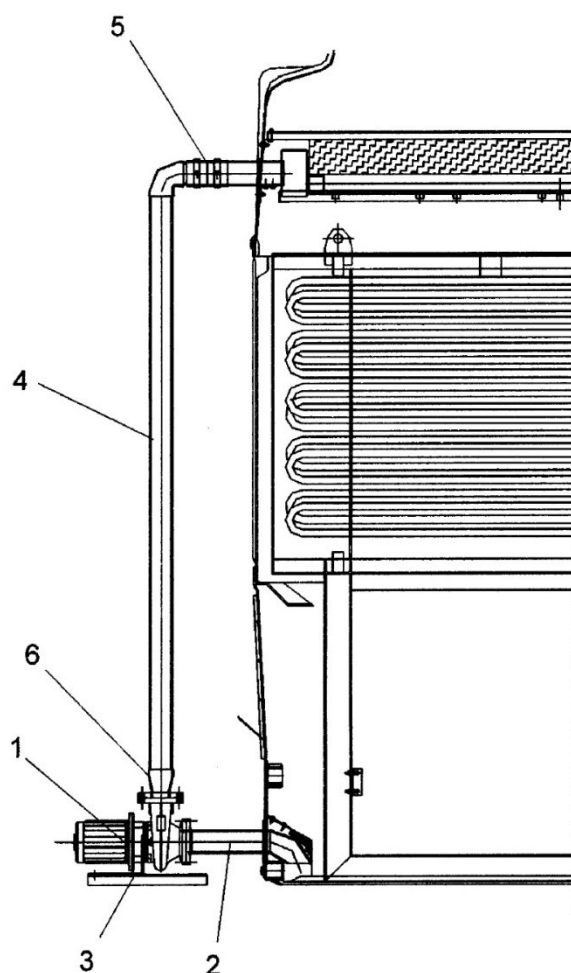

Fig. 9
For the installation of the impulse pump the following elements must be available: (Fig.9):
1. Connect the pump and motor set (fig 9/1) to the suction pipe (fig 9/2) with its flange and support the assembly on the bedplate (fig 9/3).
2. Insert the impulse pipe (fig 9/4) in the flexible sleeve (fig 9/5).
4. Connect the impulse pipe with reduction to the flange in preassembly (fig 9/6).
Pour l'installation de la pompe on doit disposer les éléments suivants (fig 9):
1. Fixer la motopompe (fig. 9/1) au tuyau d'aspiration (fig. 9/2) avec sa bride et appuyer sur le bâti (fig. 9/3).
2. Insérer le tuyau de refoulement (fig. 9/4) dans le manchon flexible (fig. 9/5).
Para la instalación de la bomba de impulsión se deben disponer los siguientes elementos (fig. 9):
1. Fijar la motobomba (fig. 9/1) al tubo de aspiración (fig. 9/2) con su brida y apoyar sobre la bancada (fig. 9/3).
2. Insertar el tubo de impulsión (fig. 9/4) en el manguito flexible (fig. 9/5).
4. Unir el tubo de impulsión con reducción a la brida en pre montaje (fig. 9/6).